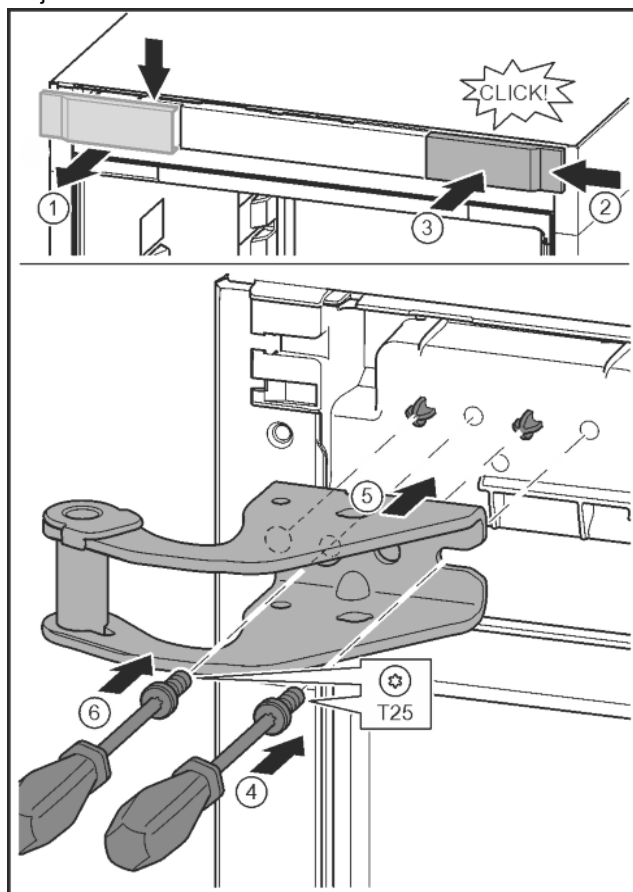

Fig. 13
- ▶ Šroubovákem uvolněte kryt a sejměte směrem na stranu. Fig. 13 (1)
- ▶ Kryt otočený o 180° zavěste na druhé straně zprava. Fig. 13 (2)
- ▶ Zaklapněte kryt. Fig. 13 (3)
- ▶ Šroubovákem T25 nasad'te šrouby. Fig. 13 (4)
- ▶ Nasad'te horní stojan ložiska. Fig. 13 (5)
- ▶ Utáhněte šroub. Fig. 13 (4)
- ▶ Šroubovákem T25 vložte šroub a utáhněte. Fig. 13 (6)